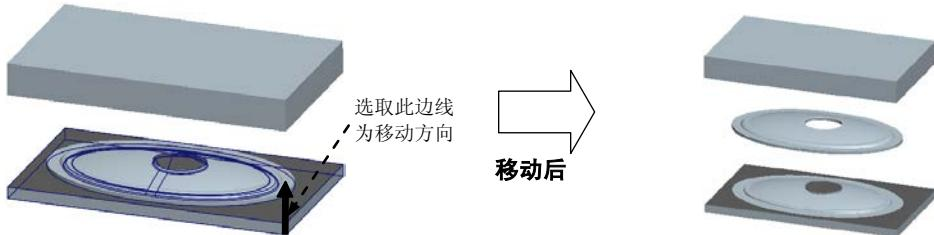

图 21.38 移动下模
Step3. 开模步骤 2：移动下模。选取下模，输入要移动的距离值-100，选取图 21.38 所示的边线为移动方向，结果如图 21.38 所示。